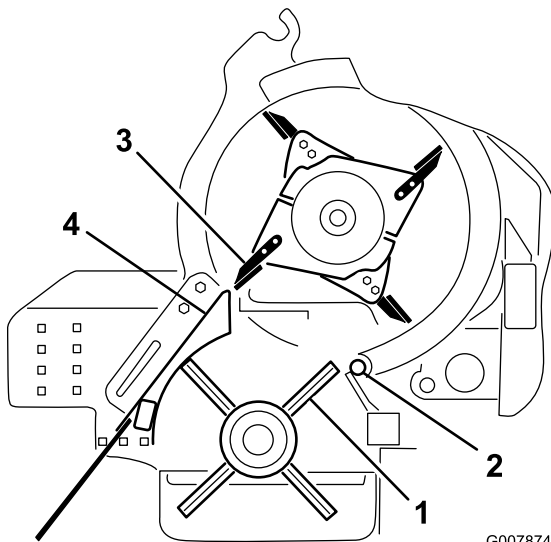

Figura 58
4. Ruotate la puleggia finché una fila della spazzola non si allinea all'angolo rotante (Figura 58).
5. Ruotate la tranciatrice finché una punta della lama non si allinea con la parte esterna dell'alloggiamento della spazzola (Figura 58).